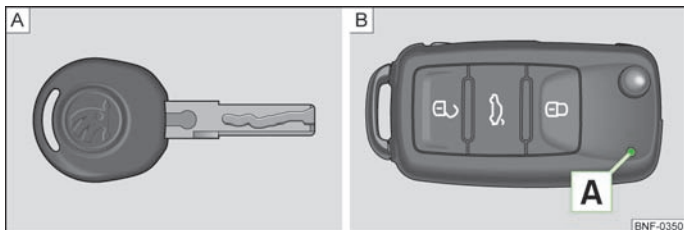
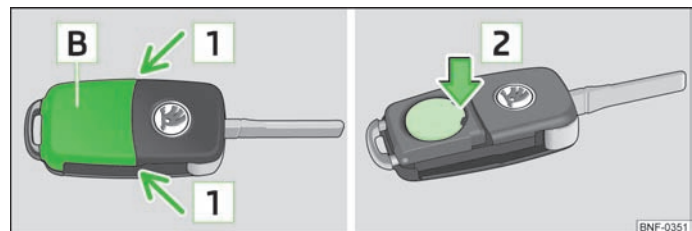

Fig. 7 Chiave senza telecomando / Chiave con telecomando (comando a distanza)
Fig. 8 Chiave con comando a distanza - rimozione del coperchio / rimozione della batteria
Con la vettura vengono consegnate due chiavi. A seconda dell'equipaggiamento, la vettura può essere dotata di chiavi senza telecomando » fig. 7 **A**) o con telecomando » fig. 7 **B**).
Ogni chiave a distanza è provvista di una batteria alloggiata sotto il coperchio **B**) » fig. 8. Quando la batteria è scarica, premendo un tasto della chiave con comando a distanza, la spia di controllo rossa **A**) non lampeggia » fig. 7. Si raccomanda di fare sostituire le batterie delle chiavi presso un'officina ŠKODA. Qualora si desideri comunque sostituire in prima persona la batteria scarica, procedere come segue:
- Premere il coperchio della batteria con il pollice oppure con un cacciavite piatto in corrispondenza della freccia **1**) » fig. 8.